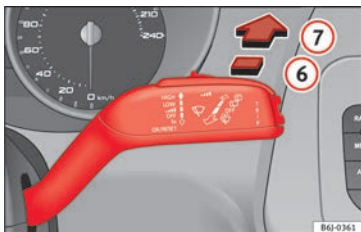

Fig. 96 Levier d'essuie-glace : essuie-glace arrière.
- Poussez le levier entièrement vers l'avant en position **6** » **fig. 96**. L'essuie-glace fonctionne environ toutes les 6 secondes.
- Poussez complètement le levier vers l'avant en position **7** » **fig. 96**. L'essuie-glace et le système de liquide lave-glace fonctionnent simultanément. Tant que vous maintenez le levier dans cette position, le lave-glace continuera à fonctionner.